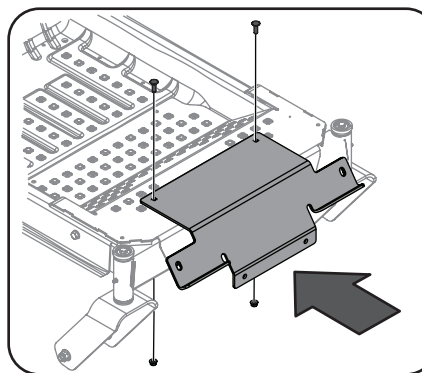

Figure 4-19
3. Placez le support sur les rondelles et fixez-le avec 2 boulons (710-0276) et deux écrous (712-04063). Voir Figure 4-19.